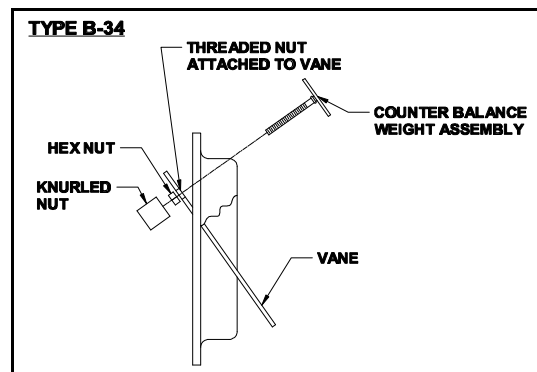

Figure 10
### **TYPE B-34** (See Figure 10)
1. Assemble the "counter balance weight assembly" to the draft control as shown in Figure 10 Thread "counter balance weight" through "threaded nut" attached to the vane. Assemble "hex nut" and "knurled nut" on front of vane as shown in Figure 10.
### TIPO B-34 (Ver Figure 10)
1. Arme la "unidad de contrapeso" en el control de circulación según se ilustra en la Figure 10. Enrosque el "contrapeso" a través de la "tuerca fileteada adosada a la pala". Arme la "tuerca hexagonal" y la "tuerca estriada" en el frente de la pala según se ilustra en la Figure 10.